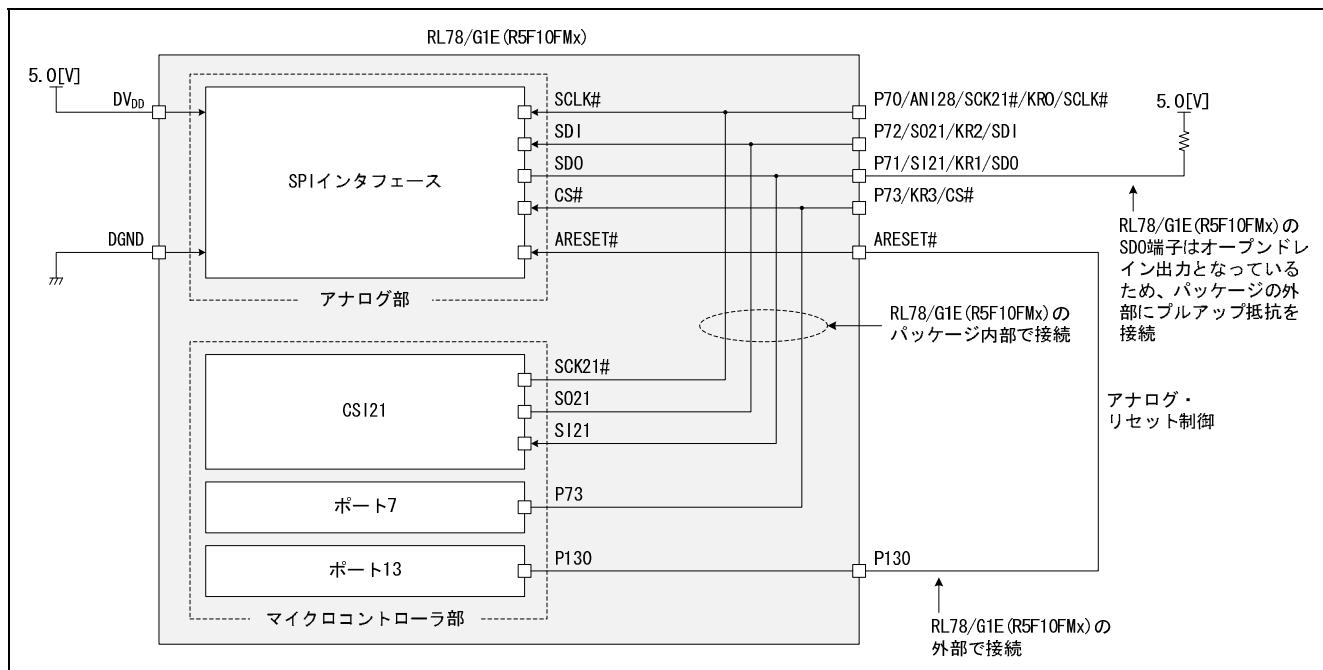

図 6.5 SPI の接続図
(1) SPI の機能概要
- リセット制御レジスタ (RC) の RESET ビットへの 1 ライトによる内部リセット
- 図 6.5 に RL78/G1E (R5F10FMx) の SPI の接続図を示します。